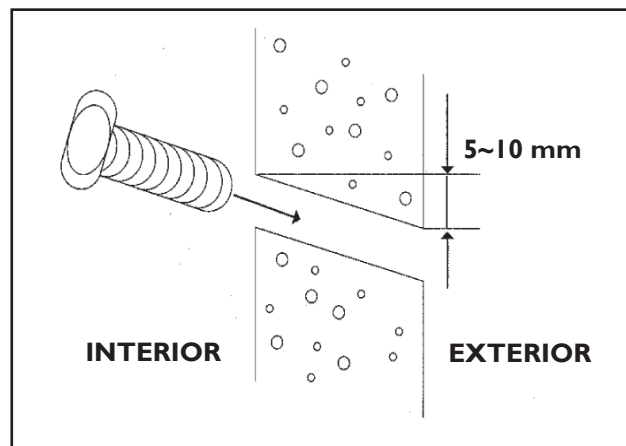

FIGURA 14 - TUBO PVC
- Corte e coloque o tubo de PVC de 75 mm de diâmetro de acordo com a espessura da parede e passe a tubulação através dela. (figura 14).